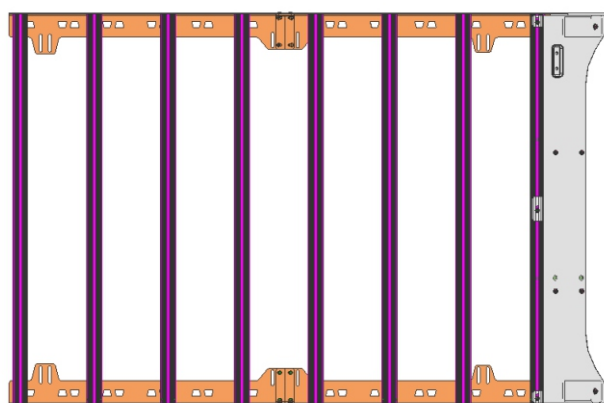

Рис.9
8. Закрепите оставшиеся профили (поз. 11) с левыми (поз. 2,4) и правыми (поз. 3,5) кронштейнами, используя винты 6x20 (поз. А), шайбы 6 гровер (поз. Е) и шайбы 6 (поз. 3), как показано на рис.9.